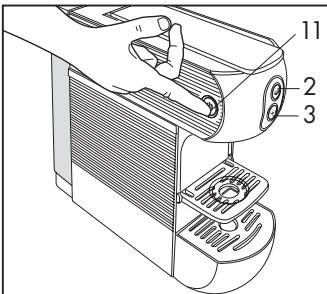

Fig. 4
- Encienda la máquina accionando el interruptor principal (11). La máquina está encendida cuando el interruptor principal se ilumina. (**Fig.4**)